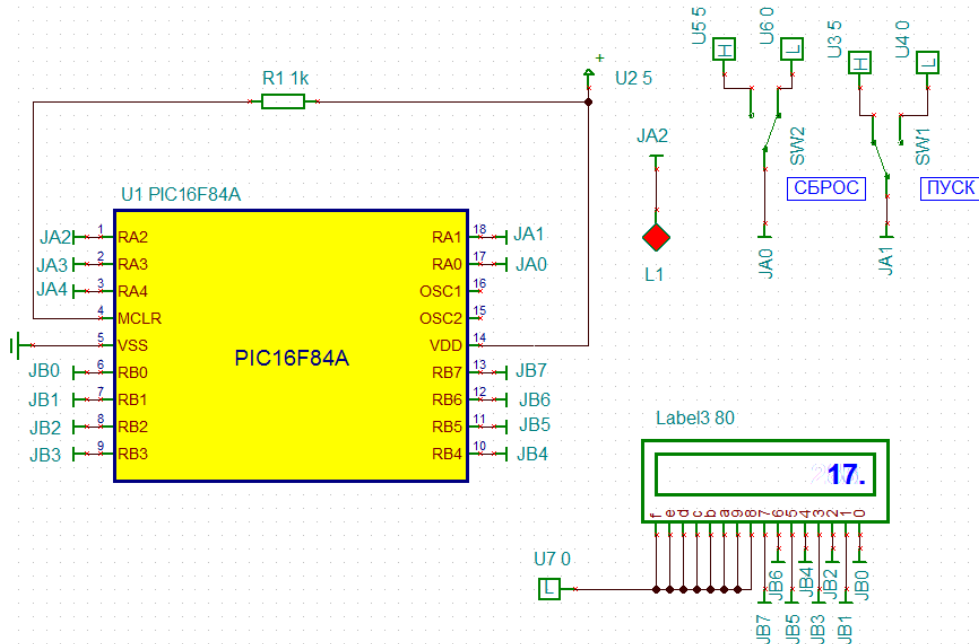

Рис.4.18. Схема модели мигалки и счетчика
1. Собрать в программе TINA модель мигалки и счетчика (рис.4.18) и сохранить файл в папке TI-LAB5.